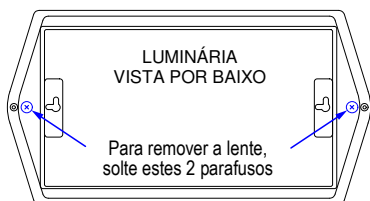

Figura 3
- ▶ Para abrir a luminária, solte os dois parafusos indicados pelas setas, na Figura 3, abaixo, e remova o difusor (lente, tampa transparente).